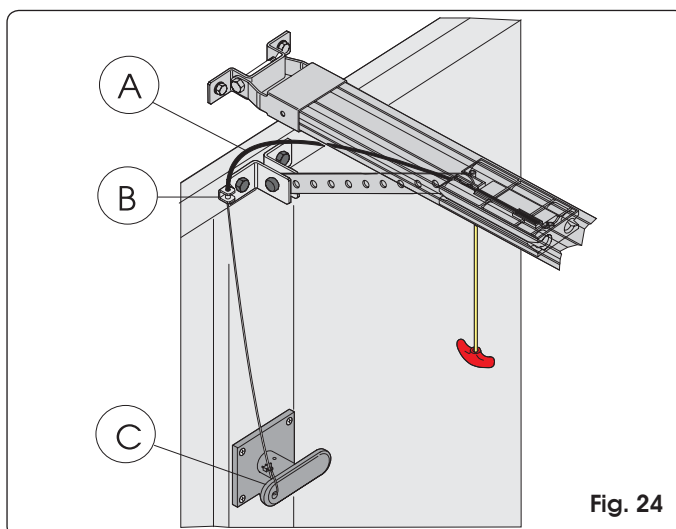

Fig. 24
- 1) Corte a medida la vaina del cable (Fig. 24 ref. A).
- 2) Introduzca el cable en la vaina y páselo por el ojal del empalme en la puerta (Fig. 24 ref. B).
- 3) Corte a medida el cable y ensámblelo con la palanca interna de la manilla de desbloqueo (Fig. 24 ref. C).